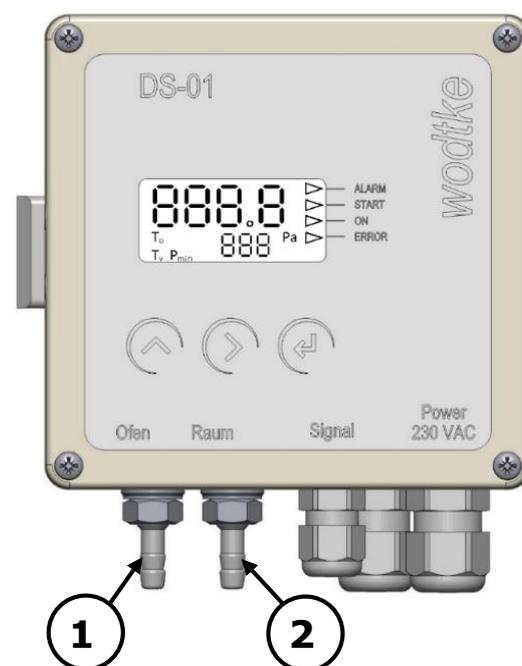

Abb. 6: Frontansicht DS 01 L
4. Am DS 01 L den Silikonschlauch am Druckanschluss „Ofen“ anschließen (Abb. 6 Pos. 1). Falls der DS 01 L im gleichen Raum montiert wird, in dem auch der Ofen steht, bleibt der Druckanschluss „Raum“ (Abb. 6 Pos. 2) entweder einfach offen oder wird ebenfalls über einen weiteren Silikonschlauch mit dem Aufstellraum verbunden.
5. Falls der DS 01 L nicht im gleichen Luftverbund montiert wird wie der Ofen (z.B. im Keller), muss der Druckanschluss „Raum“ (Abb. 6 Pos. 2) unbedingt über den wotdke Silikonschlauch mit dem Aufstellraum verbunden werden.